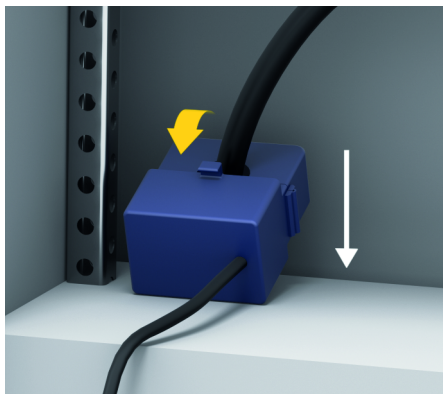

图 15：电流传感器安装示例
- ▶ 确保传感器具有正确的测量方向（图 15，白色箭头）。
- ▶ 选择电缆可笔直穿过的安装位置并且注意测量方向（**箭头指向负载**）（图 15，白色箭头）。
- ▶ 将安装电缆插入电流传感器中并且合上传感器盖罩（图 15，黄色箭头）。